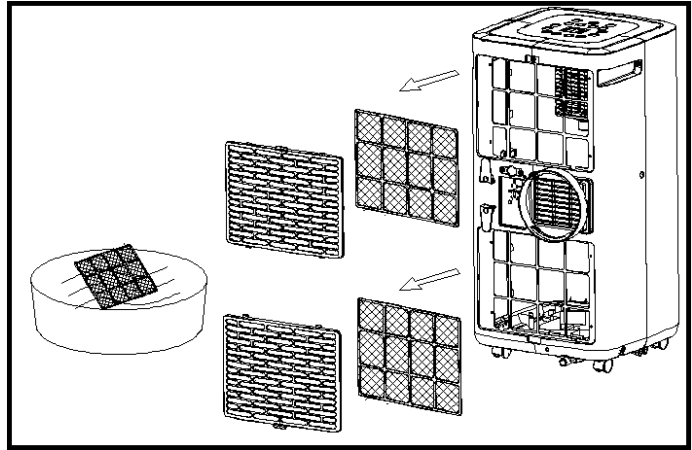

Fig. 5
- Veuillez nettoyer le filtre à poussière une fois toutes les deux semaines afin que le volume d'air reste constant. Veuillez nettoyer le filtre avec un détergent neutre et de l'eau à environ 40°C. Veuillez laver tous les résidus de détergent puis laissez sécher le filtre entièrement à l'air avant de le remettre en place sur l'appareil (fig. 5)